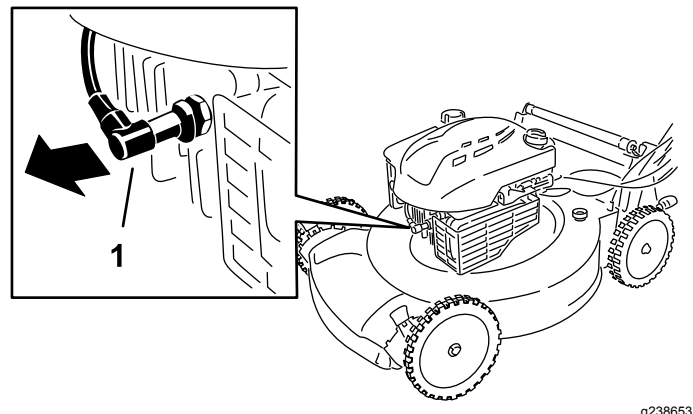

Bild 22
2. Ziehen Sie den Kerzenstecker von der Zündkerze ab (Bild 22).
2. Klemmen Sie das Zündkabel von der Zündkerze ab (Bild 22).